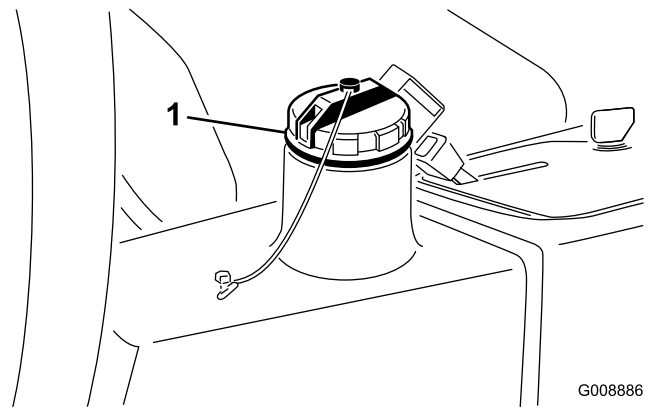

Figura 60
3. Encha o reservatório (Figura 60) com aproximadamente 13,2 l de fluido hidráulico; consulte a secção Verificação do sistema hidráulico.